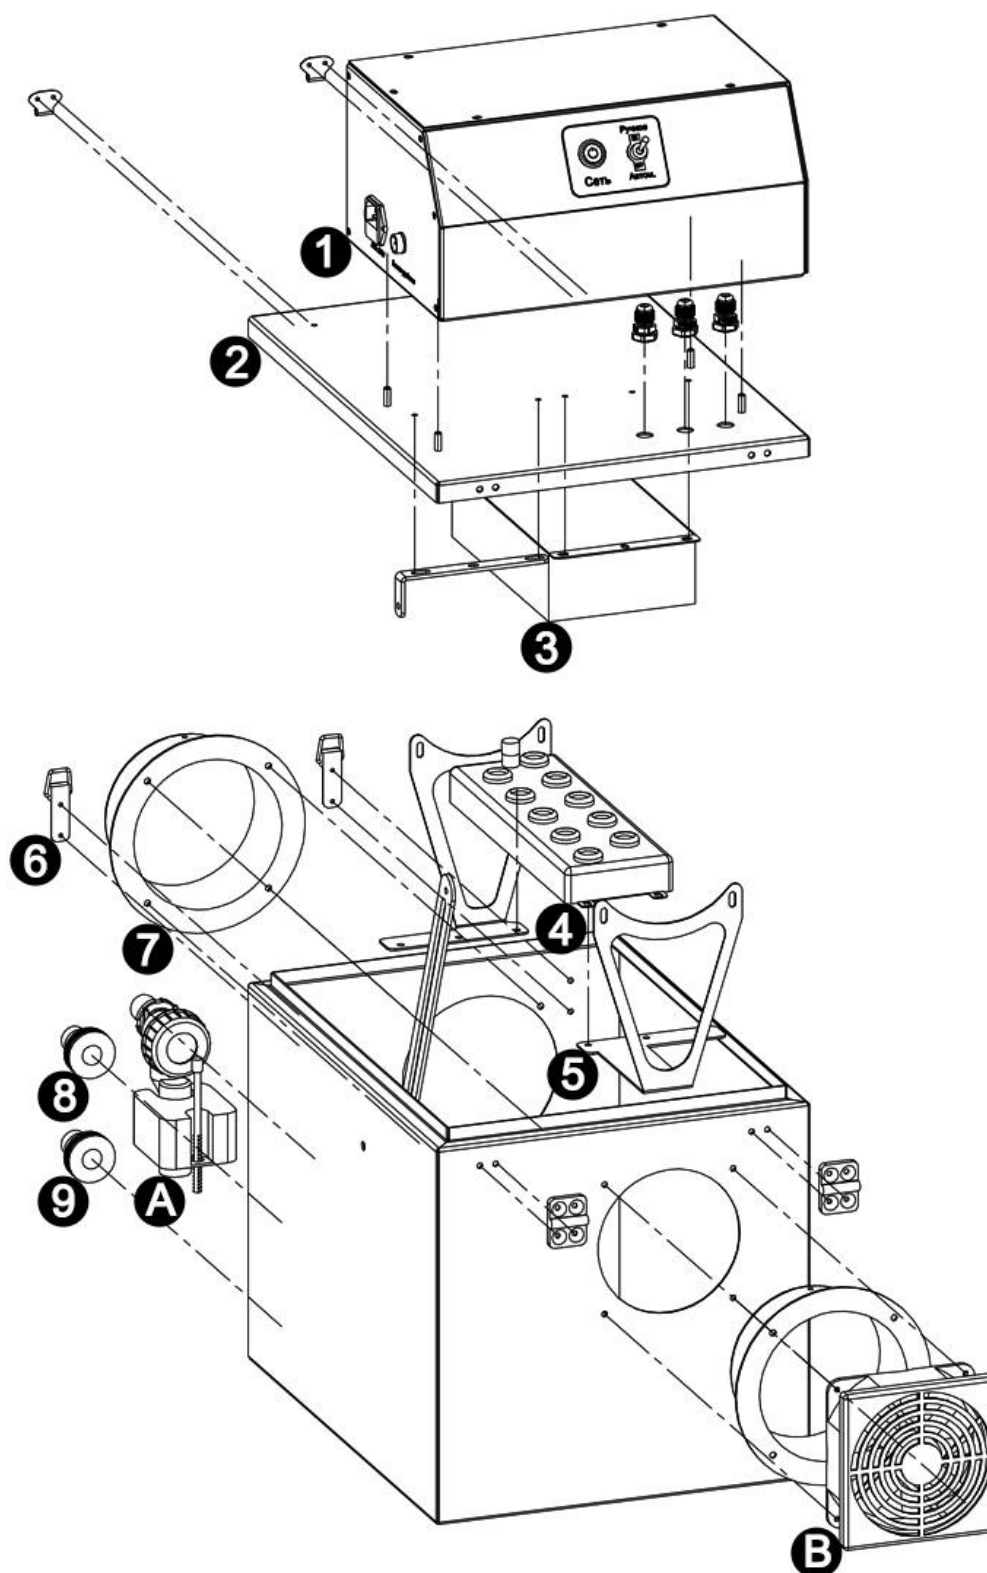
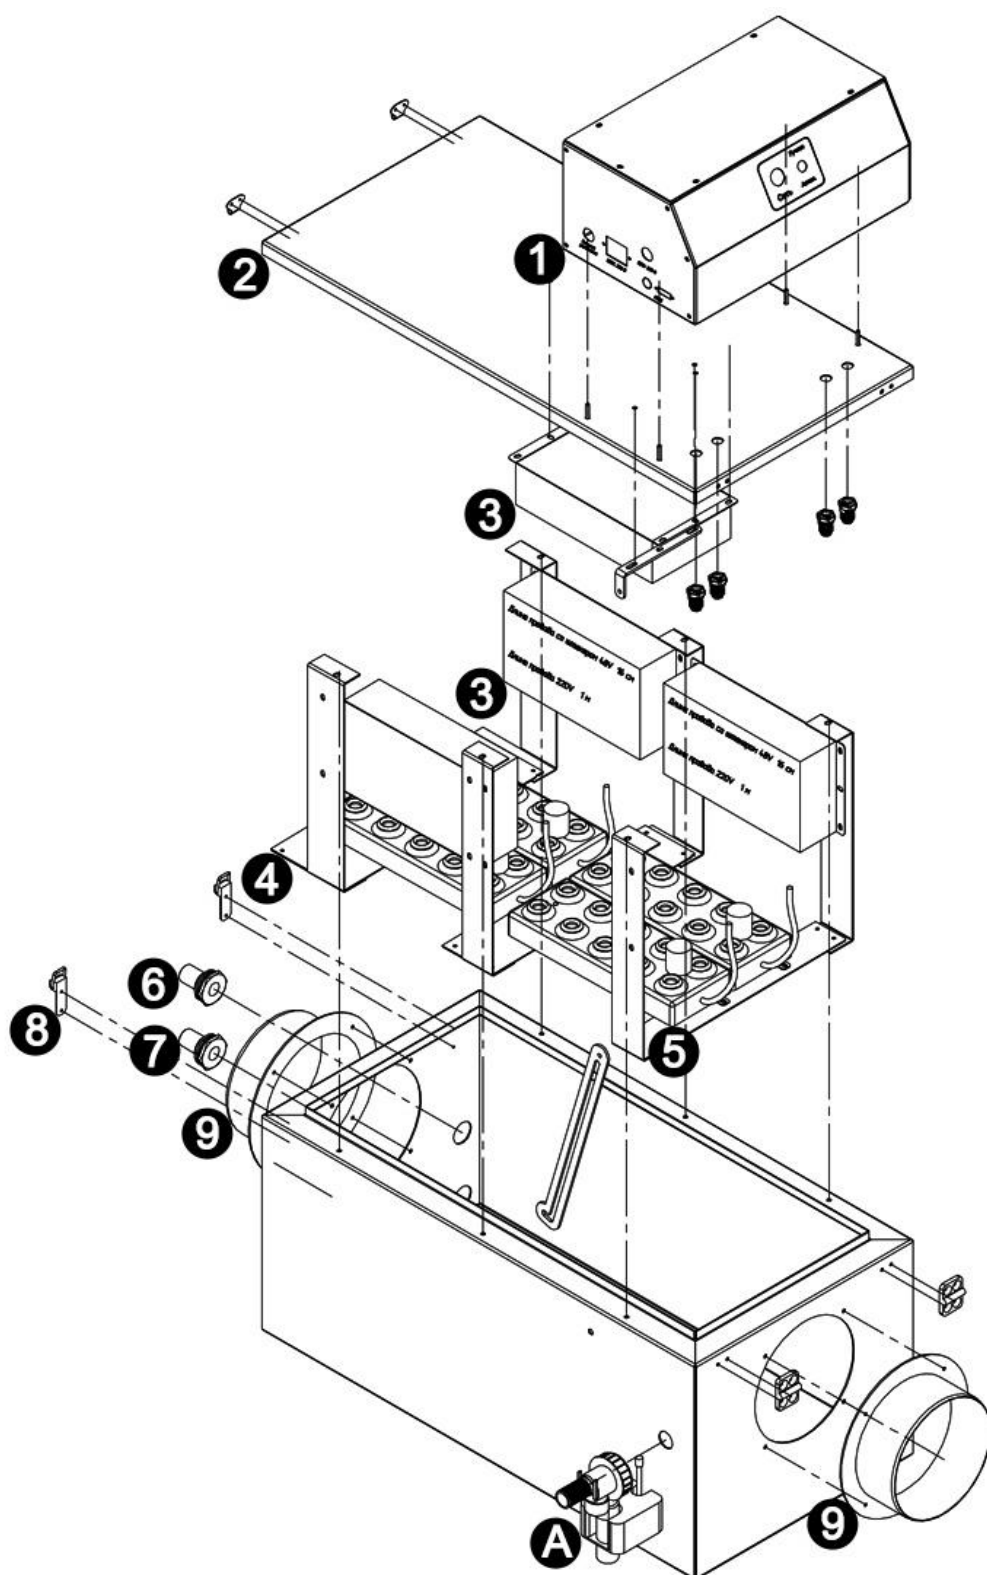

Рисунок 2.1. Взрыв-схема увлажнителя воздуха (модели УЗ-0.3/0.6/1/2/4/6/8)
Рисунок 2.2. Взрыв-схема увлажнителя воздуха (модели УЗ-12/16)
3. На рисунках 2.1 – 2.2 приведен внешний вид приборов УЗ-4 (рисунок 2.1) и УЗ-16 (рисунок 2.2) соответственно. Внешний вид приборов другой производительности может отличаться.